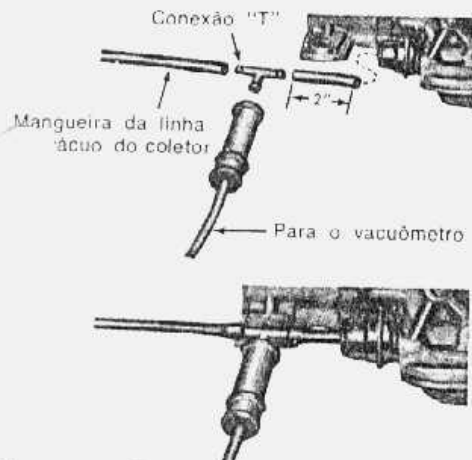

fig. 13 — conexões para o teste de vácuo
1. Conectar um tacômetro no motor e um vacuômetro na linha de vácuo da transmissão junto à unidade de vácuo (fig. 13).